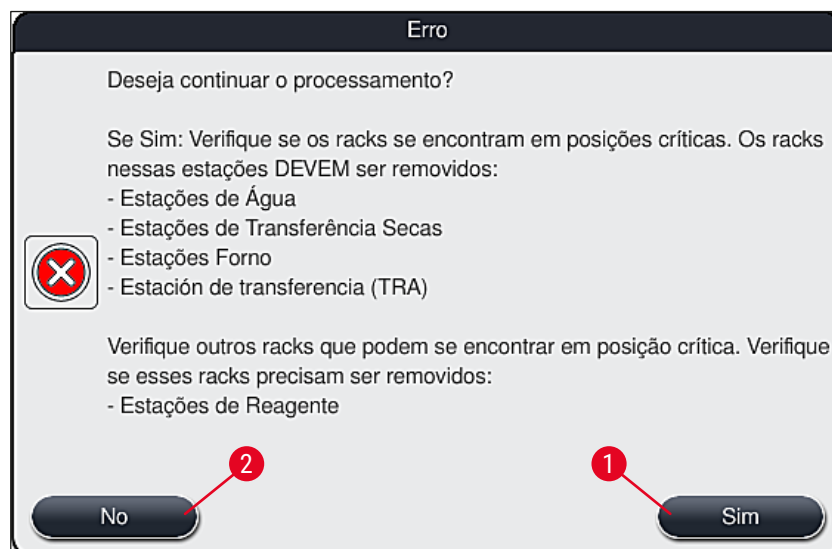

Fig. 110
4. Em seguida, o usuário tem a opção de selecionar se o processo de coloração precisa ou não ser retomado (→ P. 138 – 8.2.2 Retomada do processo de coloração após uma falha de energia elétrica) ou cancelado (→ P. 139 – 8.2.3 Cancelamento de todos os processo de coloração após uma falha de energia elétrica) (→ "Fig. 110").
2. Remova os racks críticos do aparelho, de acordo com a mensagem de informações (→ "Fig. 110") anterior e confirme a remoção pressionando a estação correspondente (→ "Fig. 111-1") na tela.
O cancelamento do processo de coloração e o retorno ao menu de seleção anterior (→ "Fig. 110") pode ser desfeito pressionando o botão **Cancelar** (→ "Fig. 112-2").